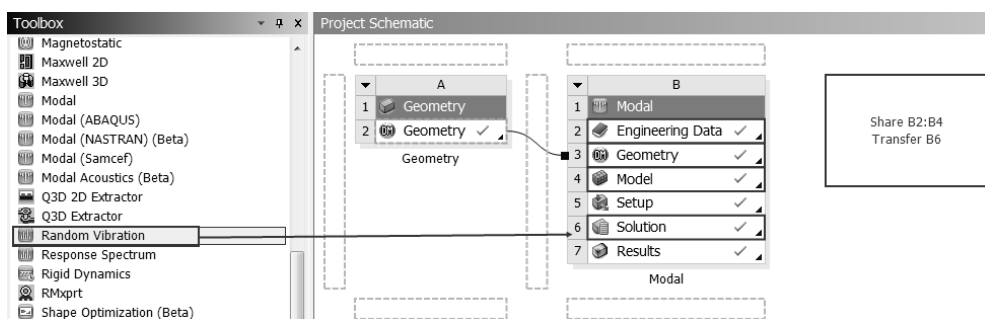

图 10-65 随机振动分析
Step1 :回到 Workbench 主界面 ,如图 10-65 所示 ,选择 Toolbox(工具箱)中的 Analysis Systems Random Vibration (随机振动分析) 命令不放 ,直接拖曳到项目 B (Modal) 的 B6 中。